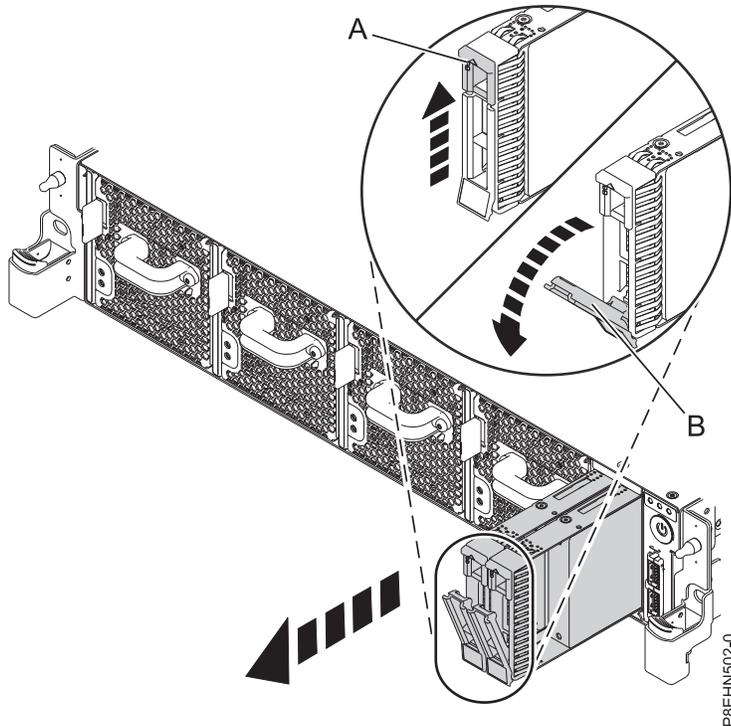

図 47. ディスク・ドライブのロックの詳細
4. ハンドル・リリース **(A)** を押し上げて、ドライブ・ベイ・ハンドル **(B)** をアンロックします。ハンドル **(B)** がカチッという音を立てて手前に開きます。ハンドルが完全に開いていない場合、システムからドライブをスライドさせて取り出すことができません。40 ページの図 47を参照してください。